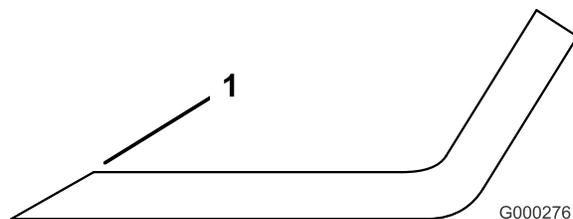

Bild 111
1. Schärfen Sie die Schnittkante an beiden Enden des Schnittmessers mit einer Feile (Bild 111).
Hinweis: Feilen Sie, wenn das Schnittmesser nicht ausgewuchtet ist, vom Flügelbereich des Messers etwas Metall ab (Bild 111).